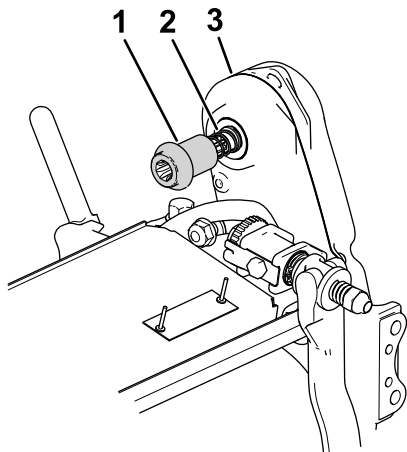

Figura 7
4. Montate l'accoppiatore e la molla al gruppo di trasmissione del cilindro dell'apparato di taglio (Figura 7).
5. Accertatevi che l'accoppiatore (Figura 7) possa spostarsi facilmente avanti e indietro sull'albero di trasmissione.